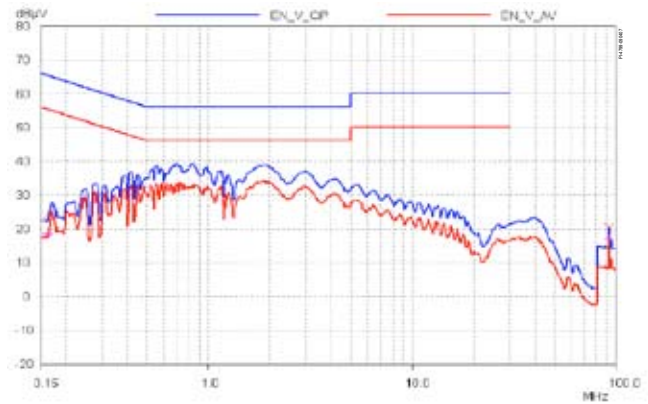

图4. 230 VAC最差情况下测量的EMI，输出RTN接假手
- 符合 CISPR-22/EN55022B 传导EMI限制，EMI裕量大于 10 dB μ V（见图4）